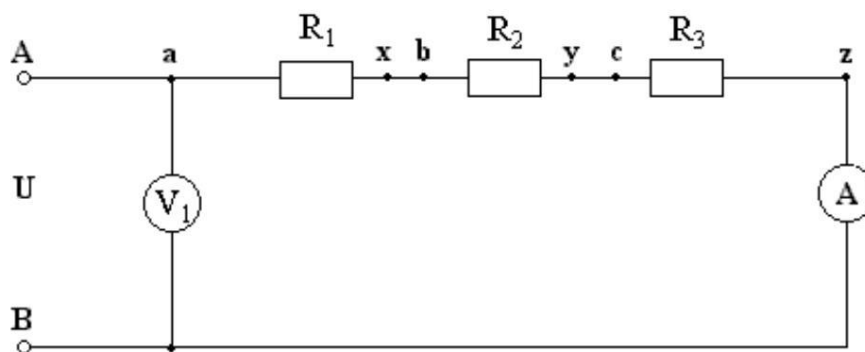

Рис.1
1. Собрать электрическую схему последовательного соединения резисторов (рис.1)